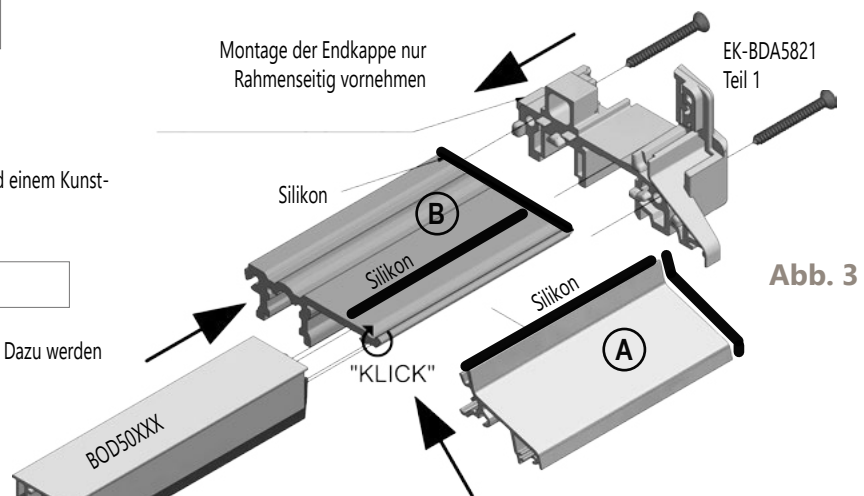

Abb. 3
- Jetzt das Aluminiumprofil (A) und Kunststoffprofil (B) zusammenfügen. Dazu werden die Teile ineinander gedreht bis sie hörbar einrasten. Dafür ist etwas Kraftaufwand notwendig (Abb. 3).
- Die Endkappe EK-BDA5821 für das Adapterprofil besteht aus zwei Teilen. Rahmenseitig Teil 1 der Endkappen zum Adapterprofil abdichten und mit den Edelstahlschrauben am Adapterprofil montieren (Abb. 3).